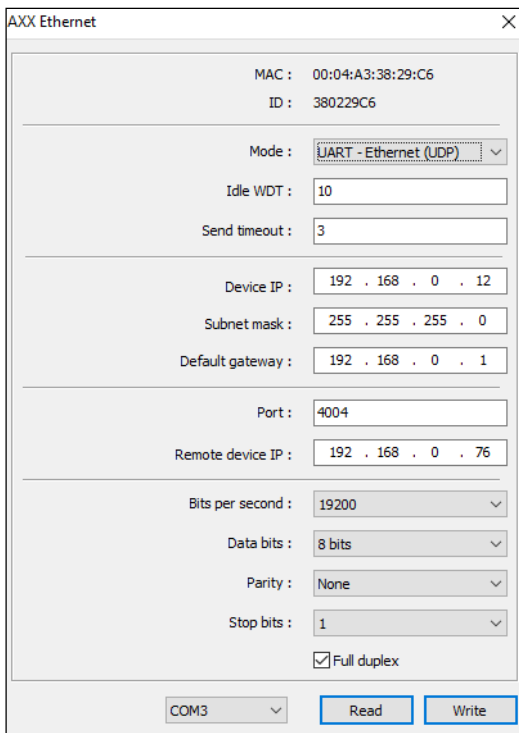

Рис. 5 Скриншот окна «Главного меню» при конфигурировании модуля для работы в составе ИСО-777, АСПС
- 3) запустить ПО на ПЭВМ, дважды кликнув на значок исполняемого файла «IEP.exe». При запуске программы развернется окно «Главного меню» (см. рисунок 5);